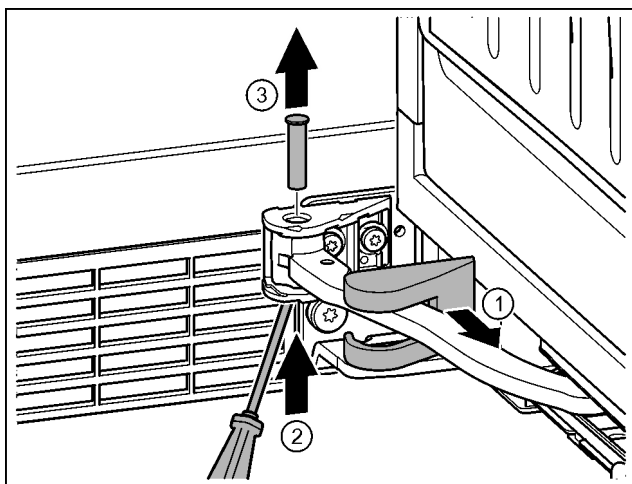

Fig. 19
- ▶ Stáhněte kryt stojanu ložiska a posuňte podél kloubu. Fig. 19 (1)
- ▶ Čep zespodu nadzvedněte prstem nebo šroubovákem. Fig. 19 (2)
- ▶ Šroubovákem zajed'te pod hlavu čepu a vytáhněte. Fig. 19 (3)